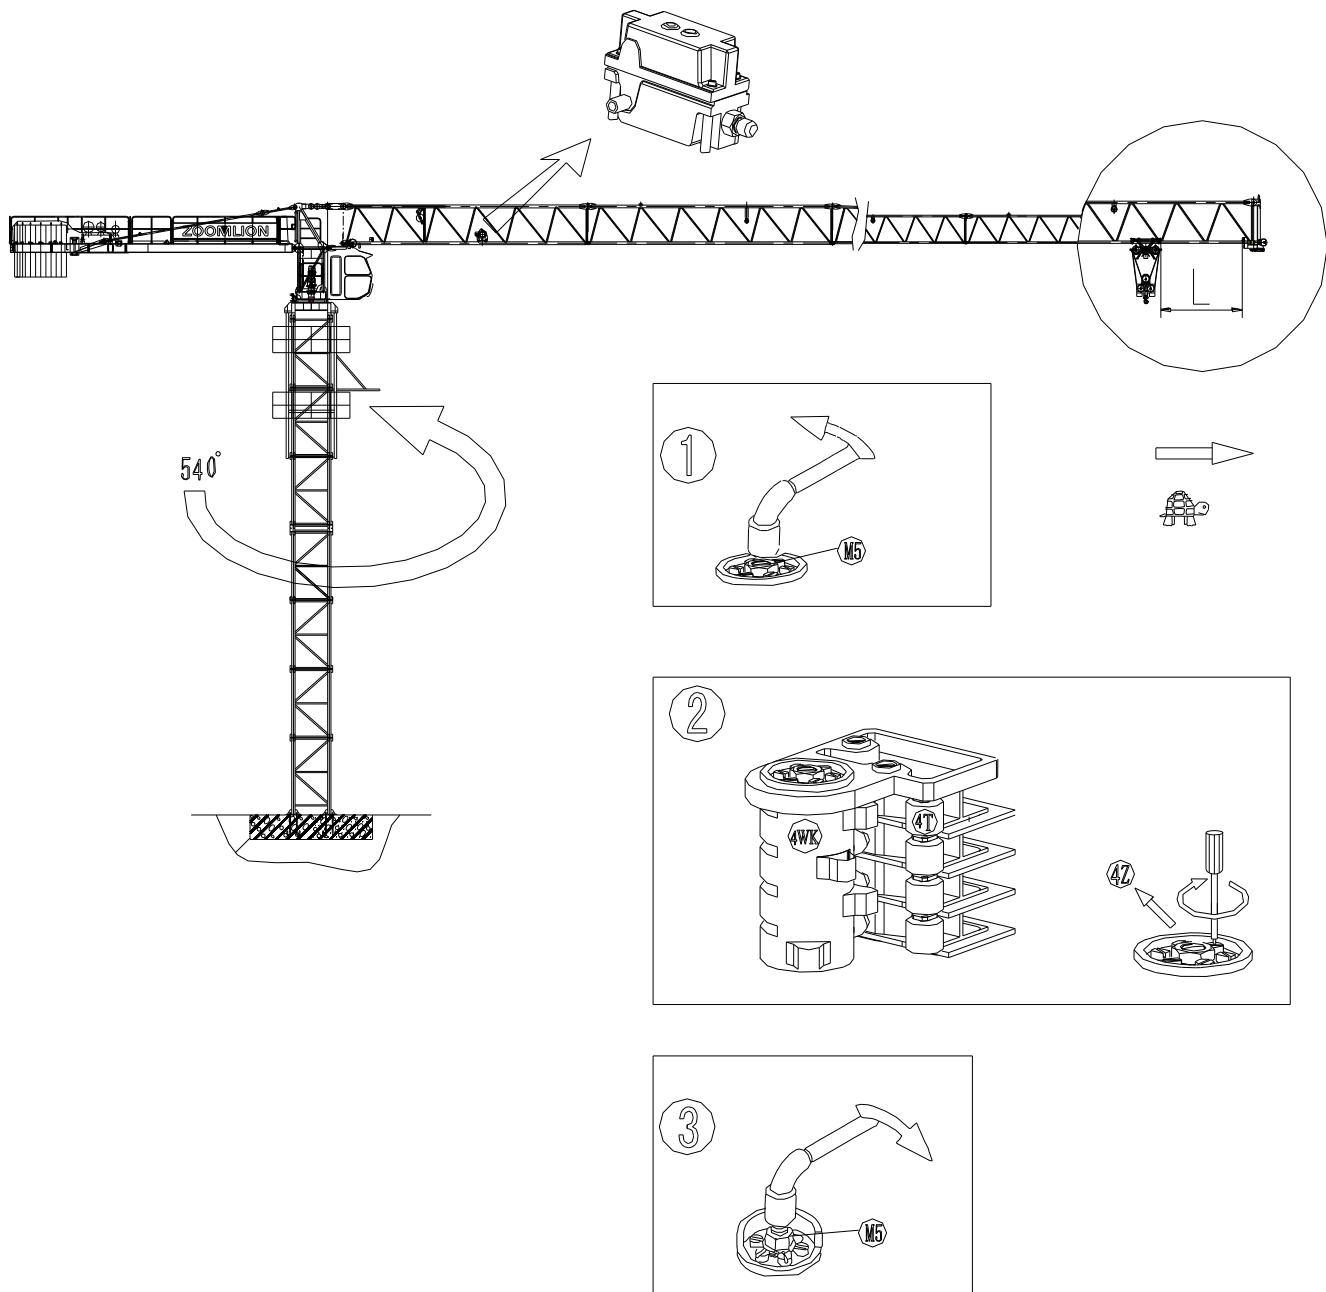

图 9.4-3 回转左限位
- (1) 在电缆处于自由状态时调整回转限位器；
- (2) 向左回转  $540^\circ$ (1.5 圈)，调动调整轴(4Z)使长凸轮(4T)动作至使微动开关(4WK)瞬时换接，然后拧紧 M5 螺母，如图 9.4-3 所示：